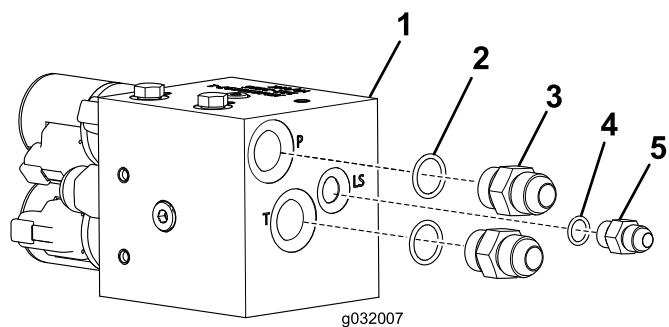

Рисунок 1
3. Установите малый прямой штуцер и два больших прямых штуцера в электромагнитном клапане, как показано на Рисунок 1.